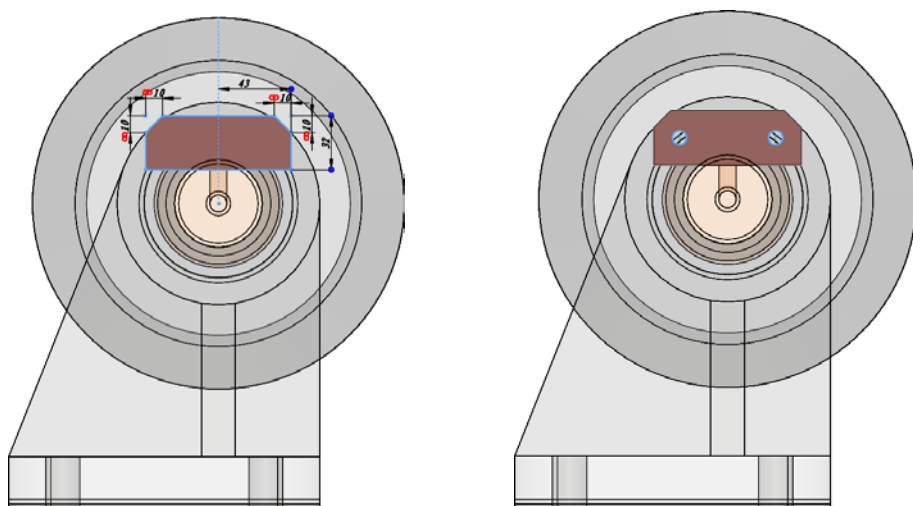

图 2-24 创建新零件并创建关联特征
STEP 5 选择“插入”>“零部件”>“新零件”菜单命令，选择支座的一个侧面为关联平面，并创建草图，如图 2-24 左图所示；然后对草图执行拉伸操作，拉伸长度为 10mm，再以“转换实体引用”方式创建草图，并执行拉伸切除操作，创建此零件（卡板）上的两个孔，如图 2-24 右图所示。